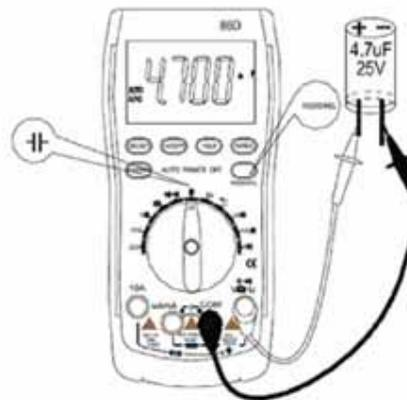

図 14-1
- レンジ切り替えスイッチをコンデンサ測定モードに切り替え、赤い測定コードを V Hz 端子に、黒い測定コードを COM 端子に差し込みます(図 14-1)。